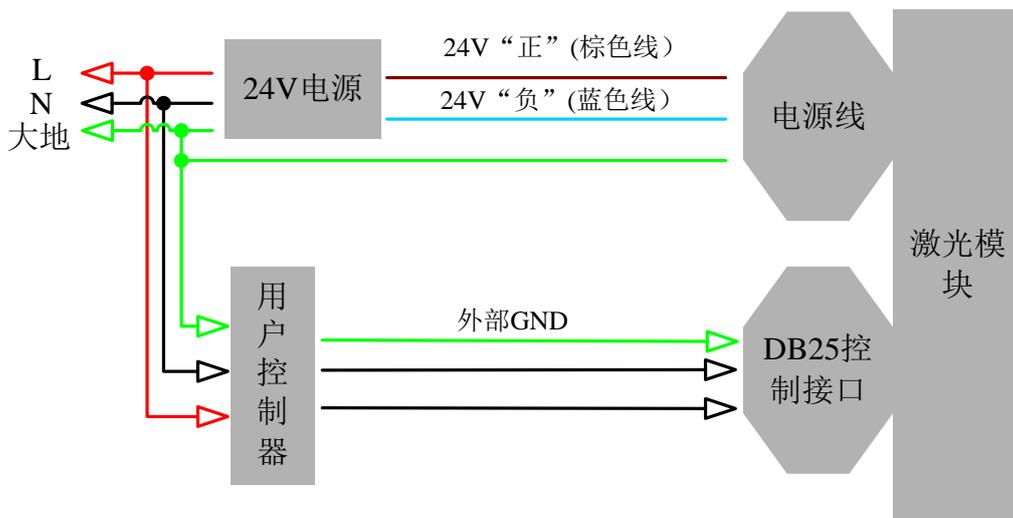

图 4 电气连接图
- c) 请确认外部控制器的控制接口与激光器相匹配，将控制电缆接在激光器控制接口上，并可可靠固定。推荐电气连接图如图 4 所示：